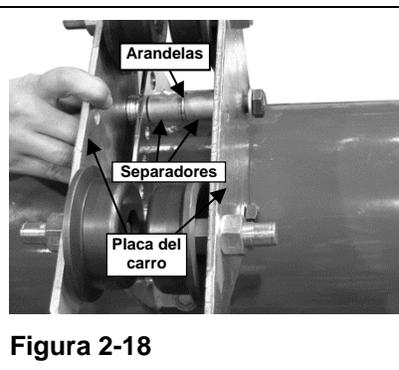

Figura 2-18
- Paso 4. Deslice dos (2) separadores de 1 pulgada (25 mm) con dos (2) arandelas entre ellos en cada perno (Consulte la Figura 2-18).
- Paso 7. Instale la segunda placa del carro sobre los pernos como se muestra más adelante (Consulte la Figura 2-18).
- Paso 8. Instale dos (2) tuercas Nylok M16 x 2,0 y arandelas planas M16 en los pernos de montaje.